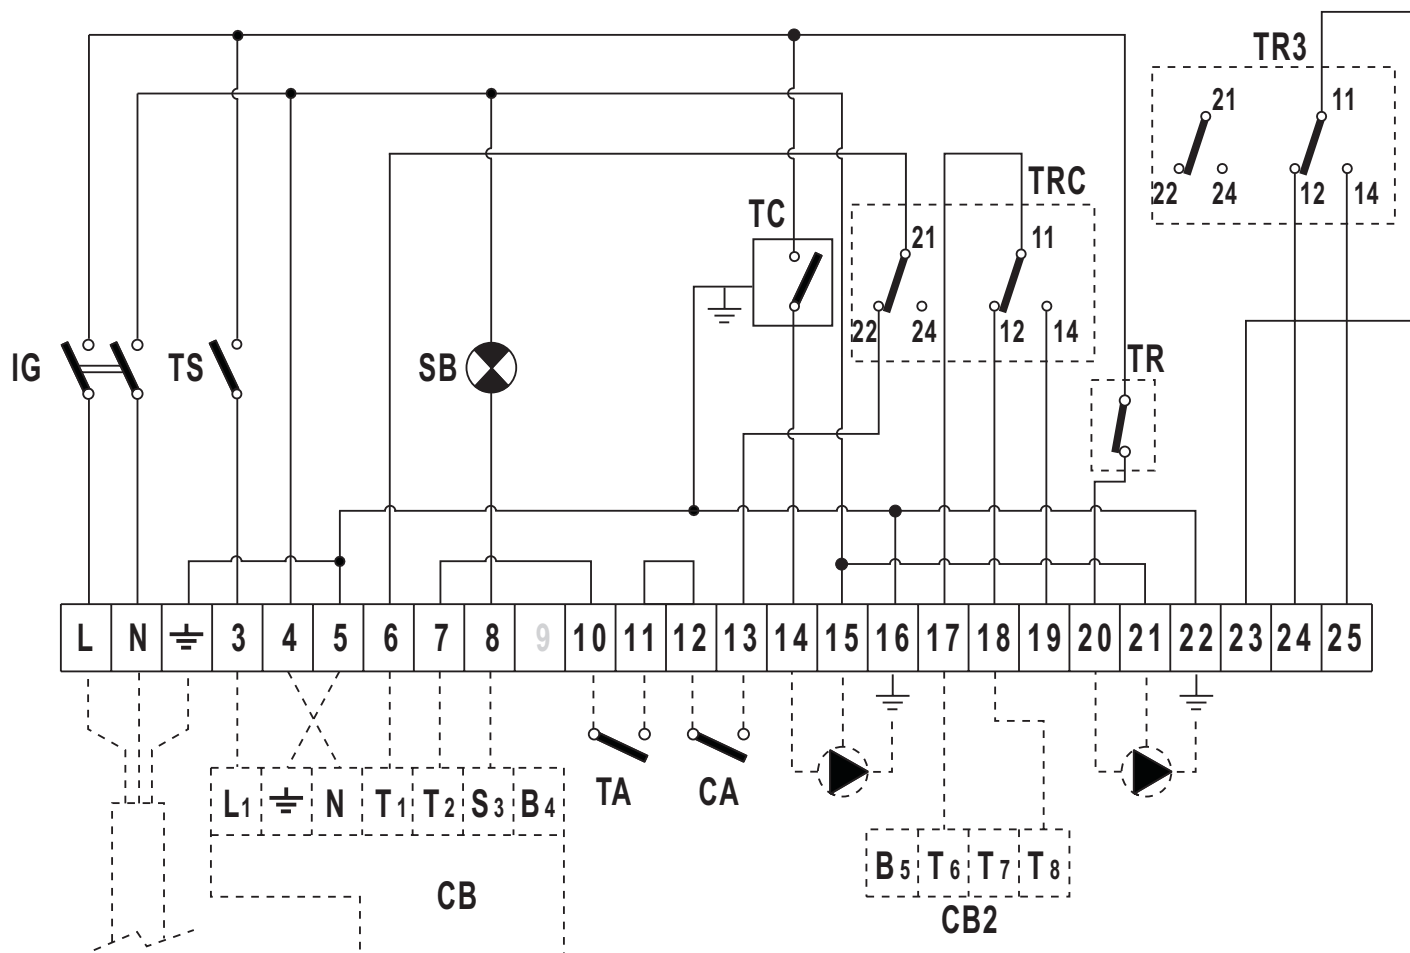

рис. 4 - Электрическая схема панели управления 0QC077XA
**0QC077XA** – Термостатическая 3-ступенчатая панель управления с рециркуляцией (fig. 4)
### Схема клеммной колодки электрических соединений (рис. 4)